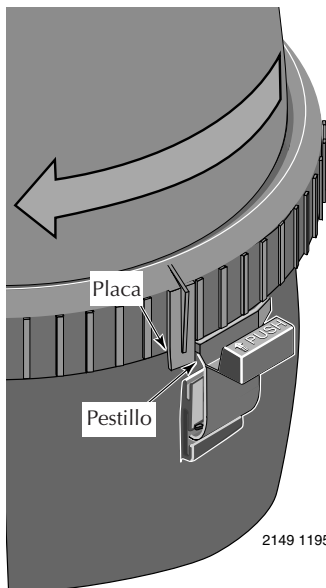

Figura 3 - Gire el Aro Posi-Lok™ hasta que la placa quede asegurada detrás del pestillo de seguridad.
1. Trabe el Aro Posi-Lok™ firmemente en su lugar haciéndolo EN DIRECCIÓN DE LAS AGUJAS DEL RELOJ hasta que haga "clic" después del pasador de seguridad (ver Figura 3). Deje de girar tan pronto como se escuche el "clic" después del pasador. Es posible que el aro parezca estar un poco flojo, pero quedará apretado cuando se encienda la bomba y el filtro quede bajo presión.
- D. Gire el Posi-Lok™ hacia la derecha hasta que quede asegurado detrás del pestillo de seguridad (ver Figura 3).